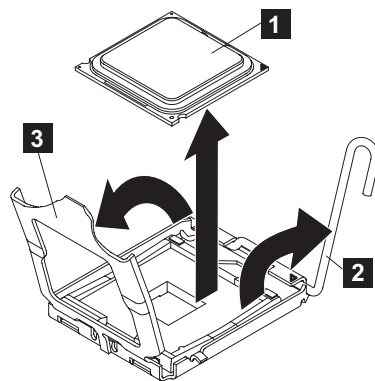

図 245. SAN ボリューム・コントローラー 2145-CF8 マイクロプロセッサ・ブラケット・フレームを開く
9. ヒートシンク解放レバー (1) を押し下げてプロセッサから離し、次にレバーをシステム・ボードに垂直になるまで持ち上げます。
11. マイクロプロセッサ解放レバー (図 245 の 2) のカーブ端を押し下げ、その端をプロセッサの中央から離れる方向に移動し、レバーを開位置まで解放します。
12. マイクロプロセッサ・ブラケット・フレームを、上端にあるタブを持ち上げて、開きます。298 ページの図 245 に示すように、ブラケット・フレームを開位置に保持します。